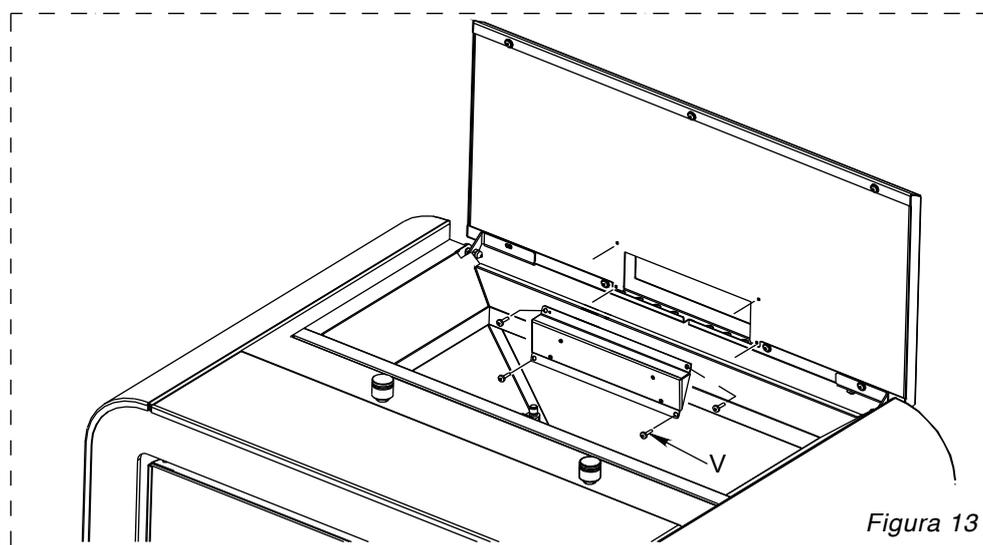
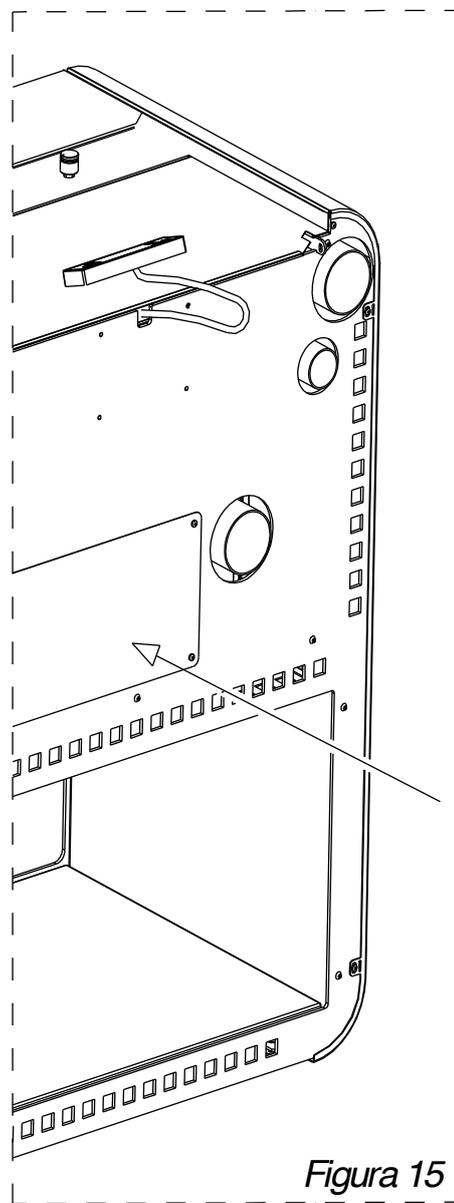

Figura 13
Figura 15
- Poi assemblare il pannello comandi al coperchio serbatoio attraverso le viti V (vite tbftr 3.9x13)(Figura 13). Verificare con attenzione che il cavo del pannello comandi non sia teso durante l'apertura e la chiusura del coperchio serbatoio. Procedere ora ,qualora il cavo fosse troppo abbondante, a spingerlo all' interno dell' apparecchio aprendo il tappo indicato nella figura 15 e tirando poi il cavo verso il basso .